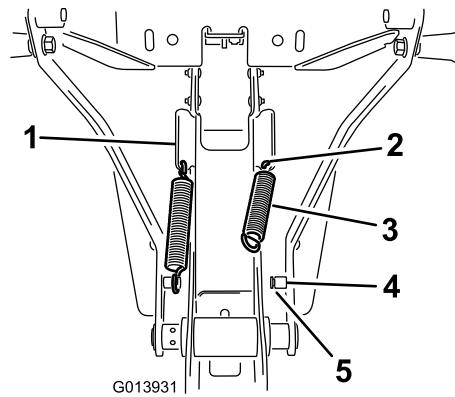

Figura 8
- Instale a mola no furo na extremidade inferior da patilha angulada no lado do conjunto da estrutura (Figura 8).
- Prenda uma extremidade da mola no furo da patilha em ângulo e a outra coluna da mola (Figura 8).
- Certifique-se de que a extremidade da mola está bem encaixada na ranhura da coluna (Figura 8).